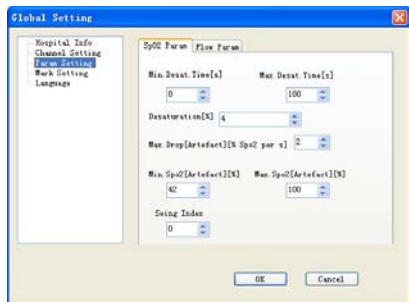

Figura 5-2-3
**(3)** Ci sono due interfacce (SpO2 e flusso) in “Impostazione Parametri”, è possibile impostare il valore del parametro nella rispettiva interfaccia (come in Figura 5-2-3).